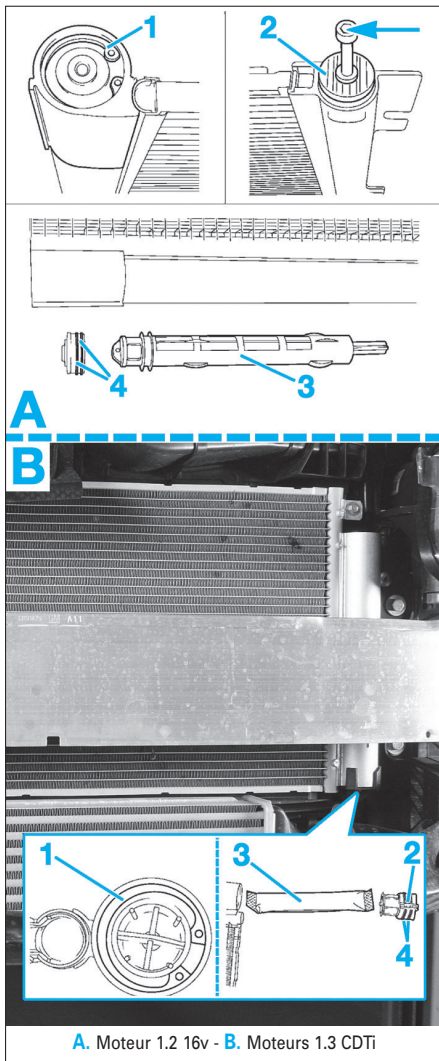

Fig. 5
- Enlever le circlip (1) (Fig.5).
- Moteur essence, à l'aide d'une vis M6 (flèche), déposer le couvercle (2).
- Moteur Diesel, déposer le couvercle (2).
- Sortir la cartouche déshydratante (3).